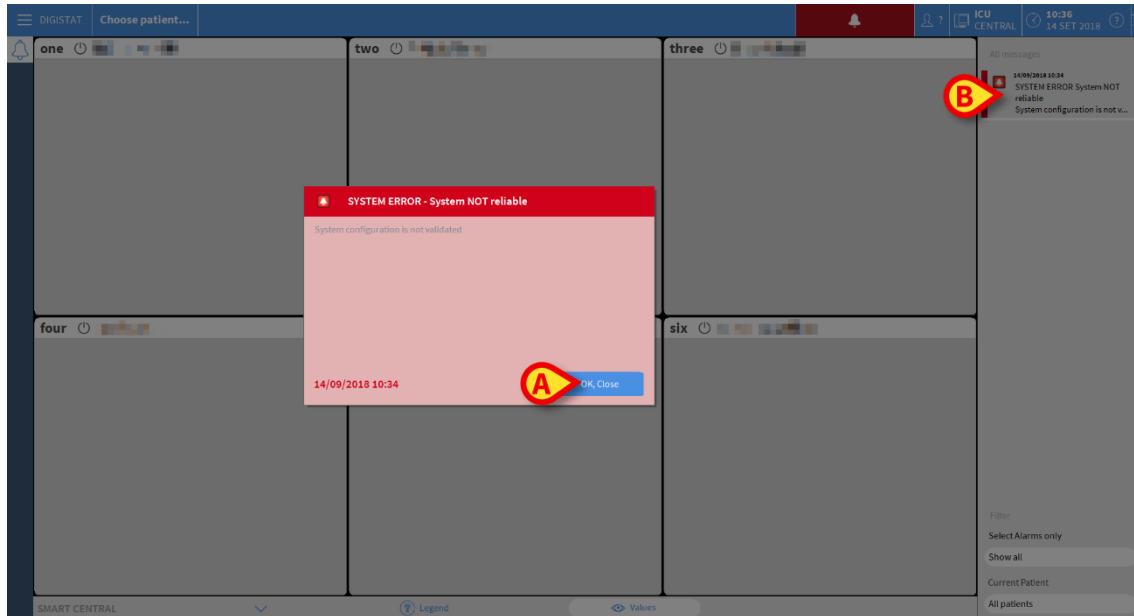
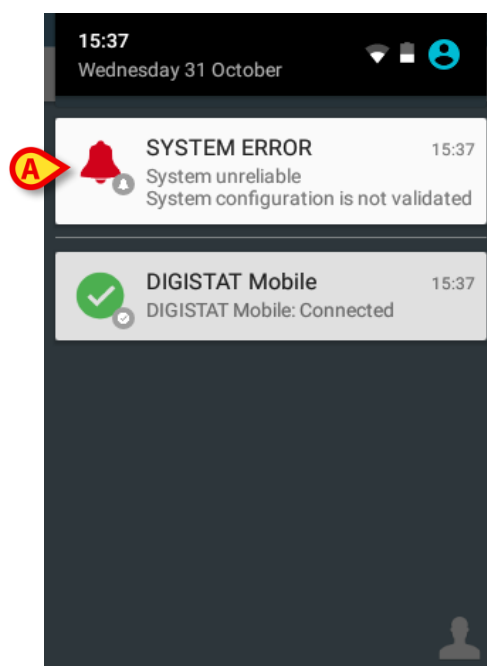

Fig 2 – Upålideligt system (stationær)
Fig. 3 – Upålideligt system (mobil)
I tilfælde af, at systemet bliver upålideligt, leveres en specifik notifikation om "systemfejl" på stationære arbejdsstationer (Fig 2), på de håndholdte enheder (Fig. 3) og på det valgfrie lystårn til varsling (rødt lys tændt, alarmlyd).
På stationære arbejdsstationer forbliver notifikationerne på sidebjælken (Fig 2 **B**), indtil de upålidelige årsager er fjernet, og systemet er pålideligt igen. I alle de senge, der er involveret i ustabiliteten, Ingen patientdata vises, før systemet er pålideligt igen.
- Klik på **Ok, Luk** på notifikationen for at bekræfte den (Fig 2 **A**).
På mobilenheder gives følgende notifikationer (Fig. 3 **A**).
- Stryg notifikationen ned for at bekræfte den på mobilen (Fig. 3 **A**). Efter denne handling stopper lyden/vibrationen.